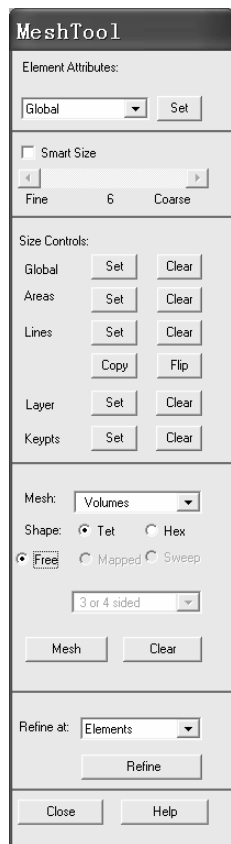
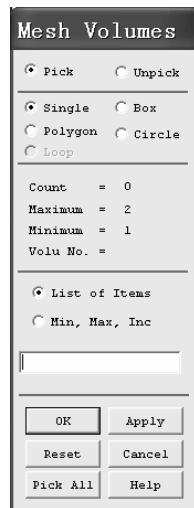

图 2-155 “MeshTool” 窗口 (2)
图 2-156 “Mesh Volumes” 窗口
(6) 在“Element Sizes on Picked Lines”窗口中“SIZE Element edge length”后的方框中输入“0.005”，然后单击该窗口中的“OK”按钮。
(7) 依次选择 Main Menu>Preprocessor>Meshing>MeshTool，弹出“MeshTool”窗口（见图 2-155）。
(8) 在“MeshTool”窗口中，从“Mesh:”后的方框中选择“Volumes”，从“Shape:”后的单选框中选中“Hex”。
(9) 再在“MeshTool”窗口中单击“Mesh”按钮，弹出“Mesh Volumes”窗口（见图 2-156），鼠标光标变为向上的黑色箭头。